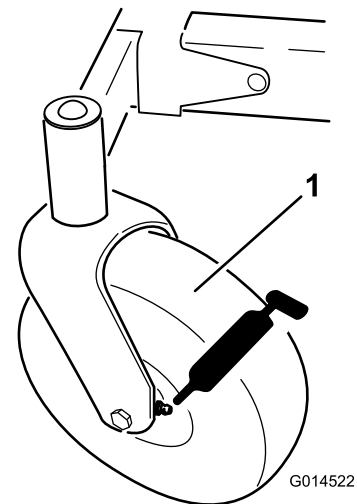
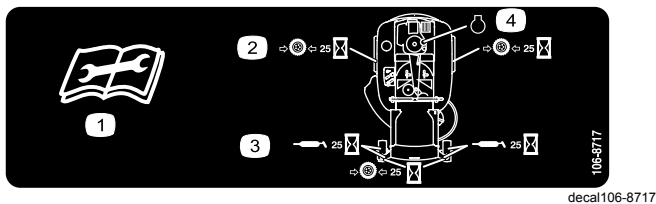

Figura 26
Figura 27
3. Limpie con un trapo los puntos de engrase (Figura 26 y Figura 27). Asegúrese de rascar cualquier pintura que hubiera sobre los puntos de engrase.
4. Conecte una pistola de engrasar a cada punto de engrase (Figura 26 y Figura 27). Bombée grasa hasta que empiece a rezumar grasa de los cojinetes.